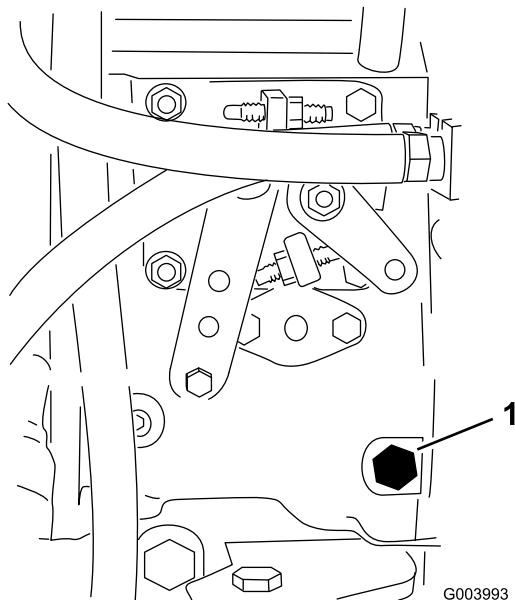

Figura 20
3. Desaperte o parafuso de drenagem que se encontra na bomba de injeção de combustível (Figura 20) com uma chave de 12 mm.